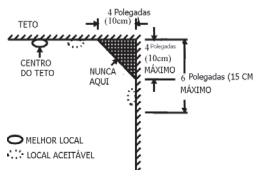

Figura 4: Locais mais recomendados e adequados para montar detectores de fumaça e de calor
- ◆ Instale os detectores de fumaça e de calor o mais próximo possível do centro do teto. Caso não seja possível, coloque-o pelo menos a 10 centímetros das paredes e esquinas, como se pode ver na Figura 4.
- ◆ Caso a montagem no teto não seja possível, e a montagem nas paredes seja permitida pelas leis locais e estatais, coloque os detectores de fumaça e de calor a uma distância de 10 - 15 centímetros do teto; veja a Figura 4.